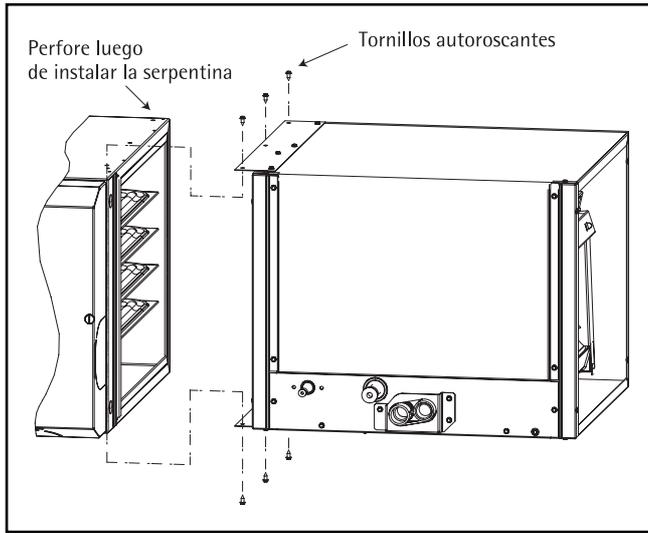

Fig. 5 – Acople la Serpentina al Calefactor
4. Utilice tornillos autorroscantes para acoplar calefactor. (Ver Fig. 5).